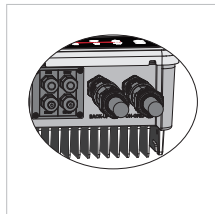

Abb. 35
- **Netz- und Notstromanschlüsse:** Stellen Sie sicher, dass die Polarität (L/N in dieser Reihenfolge) zwischen Netzanschluss und öffentlichem Stromnetz sowie zwischen Notstrom und Verbrauchern nicht umgekehrt ist (siehe Abb. 35).